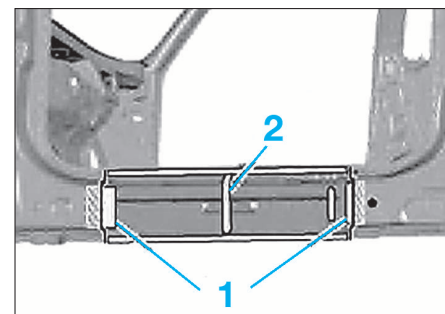
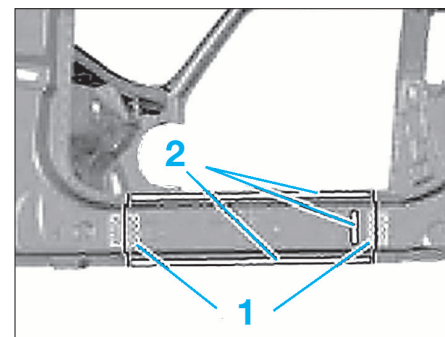

FIG. 19
FIG. 20
- Souder des raidisseurs d'environ 30 mm dans les zones (1) (Fig.19).
- Appliquer de la colle à pare-brise sur l'insonorisant de la zone (2).
- Souder la pièce neuve sur les raidisseurs (1) (Fig.20) puis dans les zones (2).